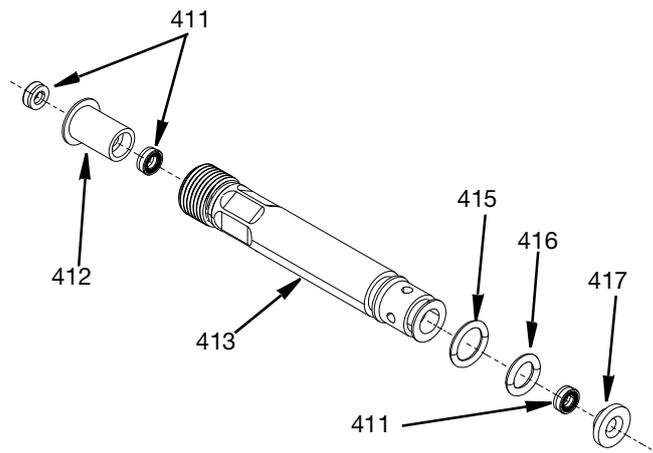

FIG. 30
1. Ponga las juntas tóricas (415) y luego (416) en la guía de sellado del cojinete corto (413) y la guía de sellado del cojinete largo (414).
2. Coloque una junta de empaquetadura de la aguja (411) en el extremo de la junta tórica de las guías de sellado de los cojinetes corto y largo (413 y 414). El lado abierto del muelle de estas juntas de empaquetadura debe mirar hacia afuera.
3. Presione el cojinete inferior (417) en el extremo de la junta tórica de las guías de sellado de los cojinetes corto y largo (413 y 414).
4. Inserte dos juntas de empaquetadura de la aguja (411) en cada cojinete superior (412). El lado abierto del muelle de estas juntas de empaquetadura debe mirar hacia afuera en cualquier lado del cojinete superior. Inserte este conjunto en el extremo roscado de las guías de sellado de los cojinetes (413 y 414). Consulte la FIG. 30.
**NOTA:** FIG. 30 muestra una guía de cojinete de sellado corta (413); sin embargo, tanto la guía larga como la corta van montadas de la misma manera.